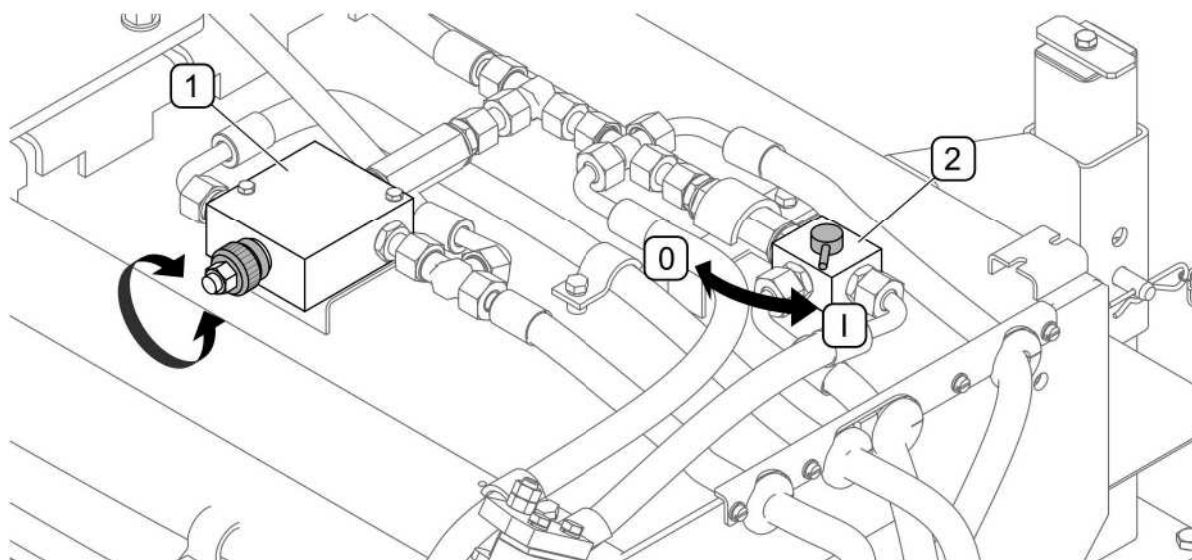

РИСУНОК 5.7 Регулятор потока и распределитель привода боковой щетки
(1)- регулятор потока масла; (2)- распределитель привода боковой щетки; (I)- привод щетки включен; (0)- привод щетки выключен
В подметальных машинах с боковой щеткой устанавливается регулятор потока (1) (РИСУНОК 5.7) масла, предназначенный для плавного регулирования скорости вращения боковой щетки по отношению к подметающему валу. Регулирование вращения осуществляется при помощи рукоятки.
Привод боковой щетки (РИСУНОК 5.7) можно выключить при помощи распределителя (2) , переводя рукоятку в положение (0).